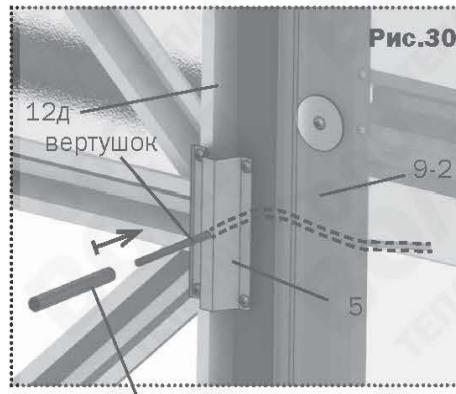
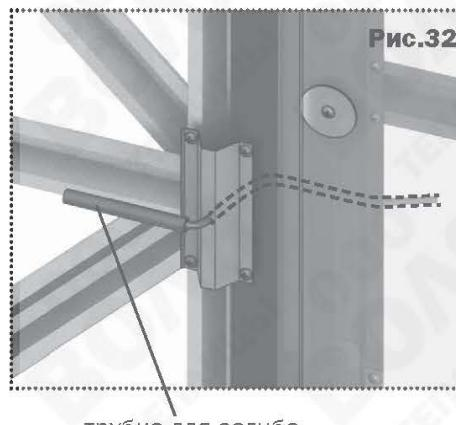
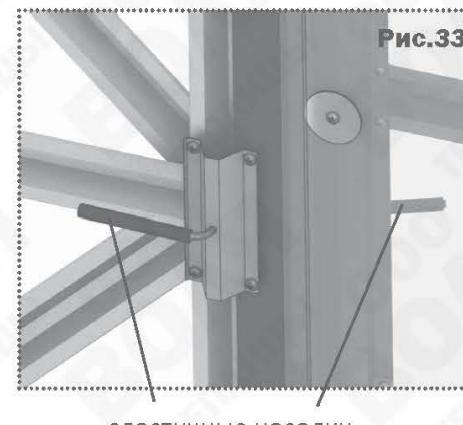

Рис.30
Рис.32
Рис.33
10. Проволочный вертшок для запирания дверей вставляется (до упора) прямым концом с внутренней стороны в свободные отверстия двери через детали **12 и 5** (рис. 30). Вертшок загнутой частью должен упираться в деталь **9-2**. В этом состоянии с помощью трубы выполняется загиб прямолинейной части рукоятки в противоположную сторону (рис.32). Установить на вертшок эластичные насадки (рис. 33). Такая конструкция вертшока позволяет упруго прижимать двери в закрытом состоянии, находясь как снаружи так и внутри теплицы.